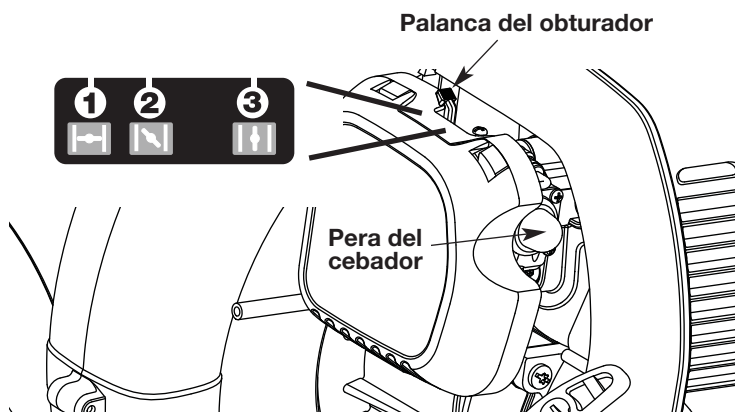
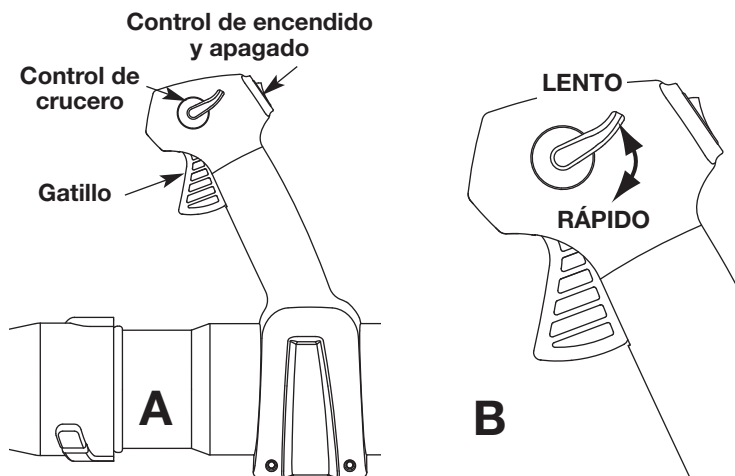
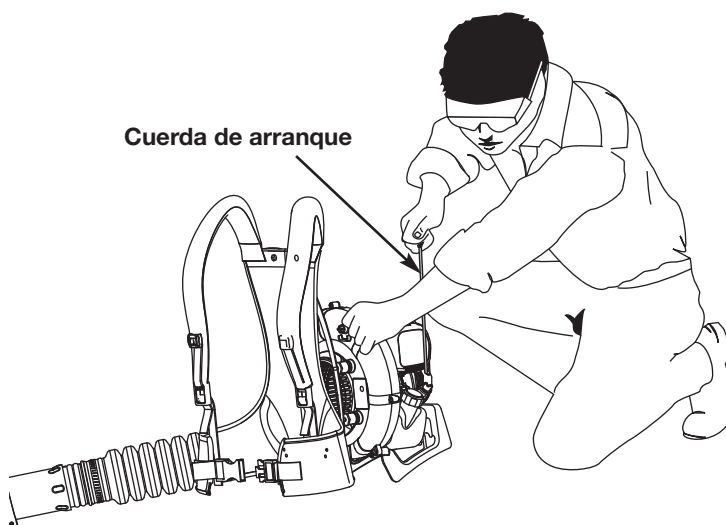

Fig. 14
Fig. 15
Fig. 16
ADVERTENCIA: Evite los arranques accidentales. Colóquese en posición de inicio cuando tire de la cuerda de arranque (Fig. 16). El operador y la unidad deben estar en una posición estable al arrancar la unidad para evitar graves lesiones personales. Para evitar lesiones personales graves, asegúrese de que los tubos de la sopladora estén colocados antes de hacer funcionar la unidad.
3. Oprima y suelte completamente la pera del cebador **10** veces, lentamente. Deberá verse alguna cantidad de combustible en la pera del cebador (Fig. 14). Si no se ve combustible en la pera, oprima la pera hasta que se vea el combustible.
4. Coloque la palanca del obturador en la **Posición 1** (Fig. 14).
NOTA: La unidad debe arrancarse en vacío. No apriete el gatillo hasta que el paso 8 (Fig. 15, A).
5. **No apriete el gatillo.** Colóquese en la posición de arranque (Fig. 16). Tire de la cuerda de arranque **5** veces en un movimiento controlado.
6. Coloque la palanca del obturador en la **Posición 2** (Fig. 14).
8. Apriete y sostenga el gatillo, o presione el control de crucero (Fig. 15, A), y permitir que el motor se caliente durante 30 a 60 segundos.
9. **Continuar oprime el gatillo.** Mover la palanca del obturador a la **Posición 3** (Fig. 14) y continuar el calentamiento del motor por un período adicional de 60 segundos. Durante este tiempo la unidad puede ser utilizada.
2. Oprima y mantenga oprimido el Control de encendido y apagado en la posición APAGADO (O) hasta que el motor se detenga por completo (Fig. 15, A)
1. Una vez que el motor haya arrancado y esté caliente, oprima el gatillo para acelerar la unidad según sea necesario (Fig. 15, A).
2. Para períodos de funcionamiento más prolongados y para eliminar la posibilidad de fatiga en el dedo, mueva el control de crucero hacia la posición RÁPIDO para aumentar poco a poco o mantener la velocidad del motor de la unidad (Fig. 15, B). Cuando se oprima el control de crucero, el gatillo retrocederá hacia la manija.
3. Para disminuir la velocidad del motor, mueva el control de crucero hacia la posición LENTO y el gatillo regresará a la posición de marcha en vacío (Fig. 15, B).
NOTA: La unidad debe arrancarse en vacío. No apriete el gatillo hasta que el paso 10 (Fig. 15, A).
5. Agáchese en la posición de arranque (Fig. 16). Inserte el arrancador eléctrico o el Power Start Bit™ en la parte trasera de la unidad (Fig. 32). Consulte la sección de *Operación* del manual del operador del Arrancador Eléctrico o Accesorio de Arranque Eléctrico Opcional Power Start Bit™.
6. **No apriete el gatillo.** Apriete y sostenga el botón de ENCENDIDO (I) del arrancador eléctrico o taladro durante 2 segundos.
7. Coloque la palanca del obturador en la **Posición 2** (Fig. 14).
8. **No apriete el gatillo.** Apriete y sostenga el botón de ENCENDIDO (I) del arrancador eléctrico o taladro durante 2 segundos, hasta que la unidad arranque.
10. Apriete y sostenga el gatillo, o presione el control de crucero (Fig. 15, A), y permitir que el motor se caliente durante 30 a 60 segundos.
11. **Continuar oprime el gatillo.** Mover la palanca del obturador a la **Posición 3** (Fig. 14) y continuar el calentamiento del motor por un período adicional de 60 segundos. Durante este tiempo la unidad puede ser utilizada.
- Use la control de crucero (Fig. 15) para mantener el gatillo oprimido mientras esté trabajando para facilitar el funcionamiento continuo.